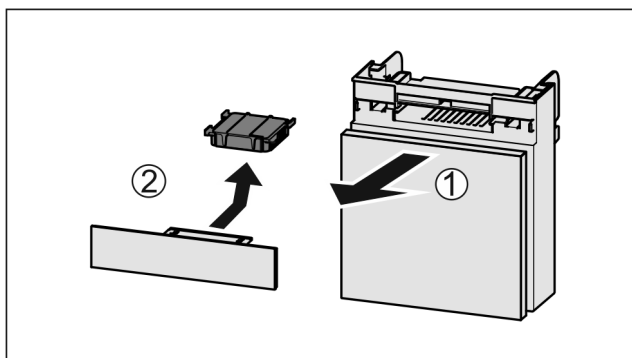

Fig. 128
- ▶ Estrarre il vano tirando in avanti Fig. 128 (1).
- ▶ Rimuovere il filtro a carboni attivi Fig. 128 (2).